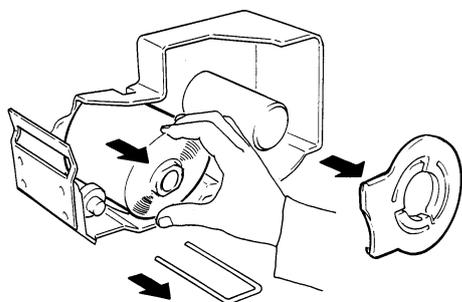
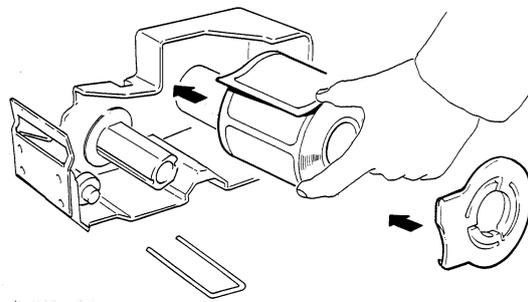

fig. 4
fig. 5
- Togliere la flangia ferma rotolo, sfilare la forcella metallica ed estrarre la carta siliconata accumulata sul riavvolgitore (**fig.4**); ora il cassetto è vuoto e quindi pronto ad accettare il nuovo rotolo di carta o etichette. Infilare il nuovo rotolo sul supporto porta rotolo del cassetto e bloccarlo con la flangia ferma rotolo (**fig.5**)